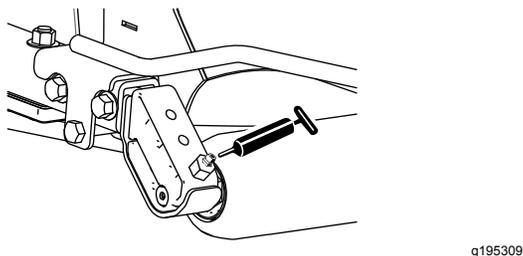

Figura 46
- 2 (per apparato di taglio) cuscinetti del rullo posteriore (Figura 46)